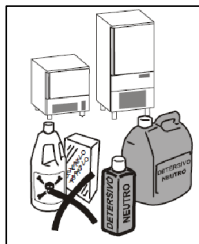

Fig.1
- * Limpar todas as partes em Aço Inox 304 com o simples uso de água morna e detergentes neutros. Enxaguar e enxugar sem uso de abrasivos ou solvente químicos. (Fig.1)